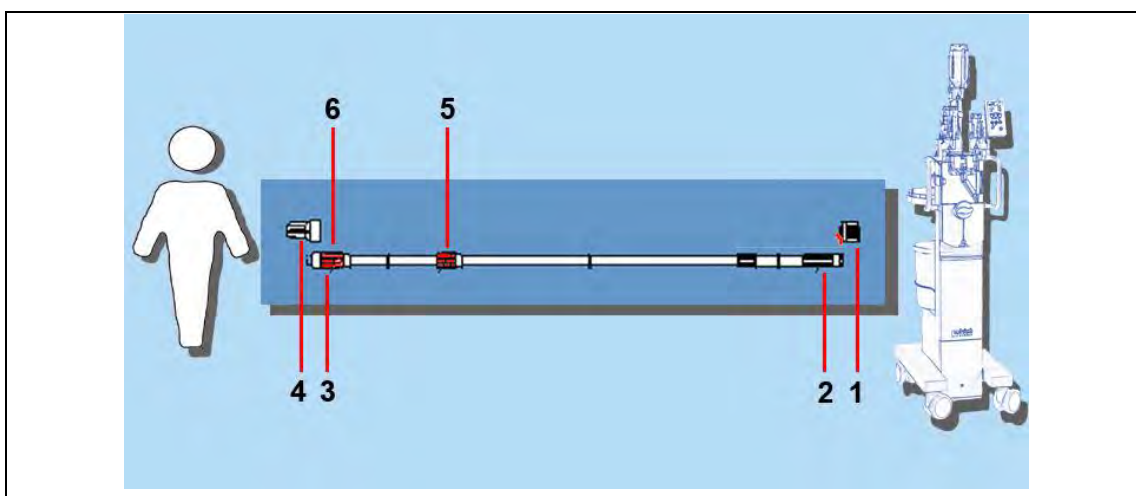

Рис. 13: Трубка пациента
Помимо конструктивных средств безопасности системы (только одно направление потока жидкости) два обратных клапана (см. Рис. 13, см. 32, № 5 и 6) обеспечивают дополнительную защиту от загрязнения.
3. Снять защитный колпачок 1 (см. Рис. 13, стр. 32, № 1).
4. Подсоединить трубку пациента с разъёмом Люэра 1 (гнездовая часть) (см. Рис. 13, см. 32, № 2) к трубке насоса.
6. Снять защитный колпачок 2 (см. Рис. 13, стр. 32, № 4).
7. Конец трубки со стороны пациента зафиксировать над сливной ёмкостью так, чтобы разъём Люэра 2 (см. Рис. 13, стр. 32, № 3) находился сразу под держателем и конец трубки не касался сливной ёмкости.